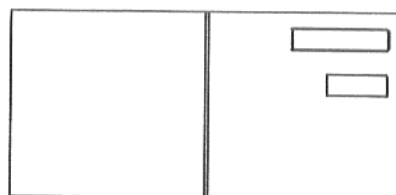

Abb. 38
- Bei den Kesselgrößen 225-16 bis 315-22 sind die beiden Vorderwände gleich (Abb. 38 u. 39).
Bei Anbau der Gasbrennerarmaturen rechts muß der Schaltkasten rechts angebaut werden (Abb. 38).